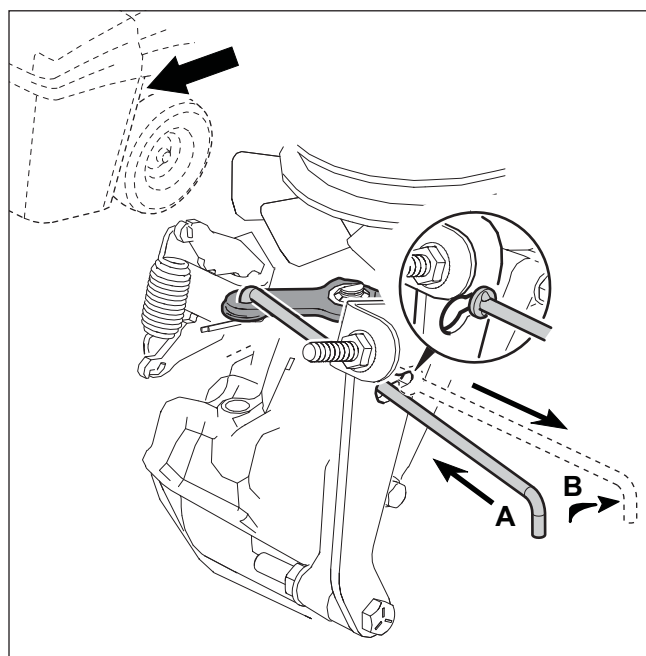

Figure 12
1. Le sectionneur d'entraînement automatique doit être en position CONDUITE (voir **A**, **Figure 12**).
2. Déplacer et verrouiller le sectionneur d'entraînement automatique en position POUSSER (voir **B, Figure 12**). La transmission est maintenant relâchée et l'unité peut être poussée.